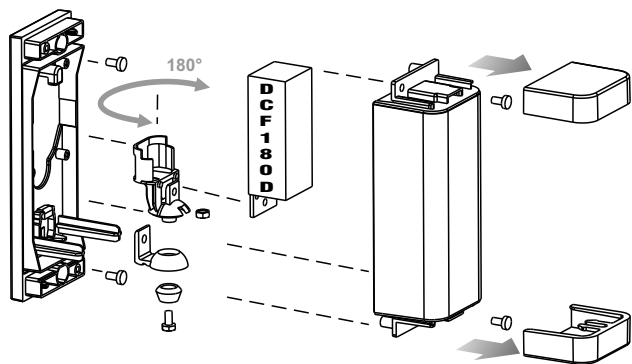

FIG. 1
Effettuare i collegamenti come in **Fig. 1 (RX)** **Fig. 2 (TX)**. Fissare la fotocellula e alimentarle con tensione compresa tra 12 e 24 Vac-dc. Coprire la fotocellula con il frontale e fissare quest'ultimo con le viti in dotazione. Interrompere il raggio più volte verificando la corretta risposta del relè.
Make connections as shown in **Fig. 1 (RX)** **Fig. 2 (TX)**. Secure and power the photocell 12 - 24 Vac-dc. Cover the photocell with the front part and secure with the screws provided. Pass across the photocell range several times, to check relay response.